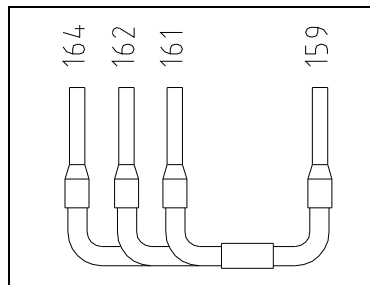

Figura 2.2: Instalação da AE45/8
18. Instale a AE45/8 aos terminais indicados na Figura 2.2 em baixo, certificando-se de que quaisquer fios existentes estão fixos.